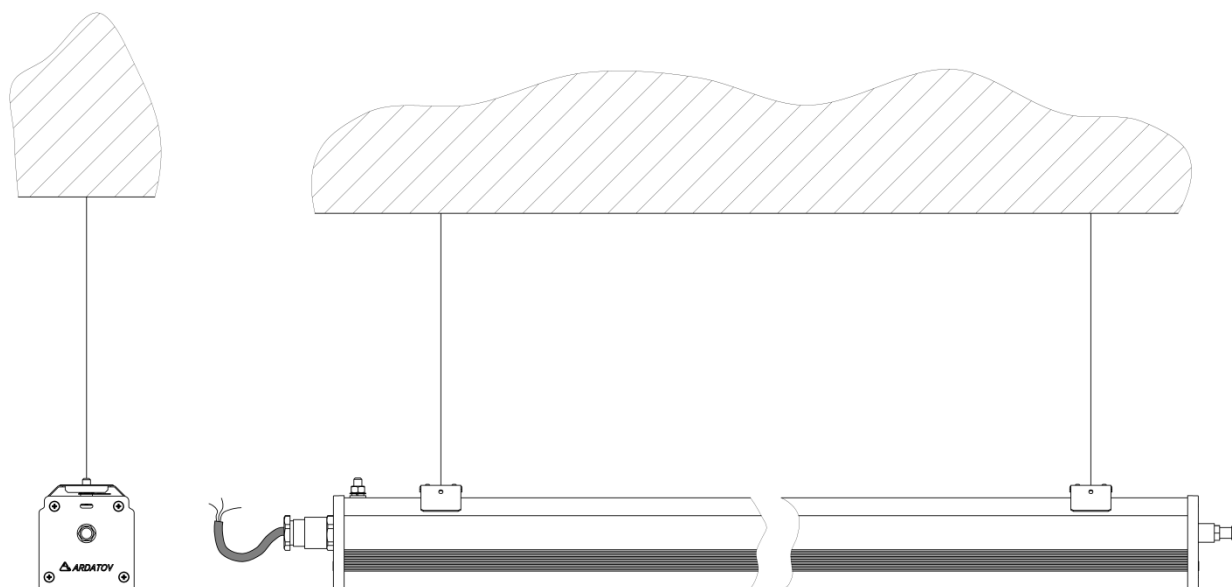

Рисунок 2 - Схема установки светильника на тросовых подвесах (поставляется отдельно).
1.3.3 Схема установки светильника на тросовых подвесах представлен на рис. 2.
2.1. Установка светильника на тросовых подвесах. Закрепить скобы на тросовых подвесах (тросовые подвесы в комплект поставки не входят). Подвесить светильник, закрепив его на скобах (см. рисунок 2).